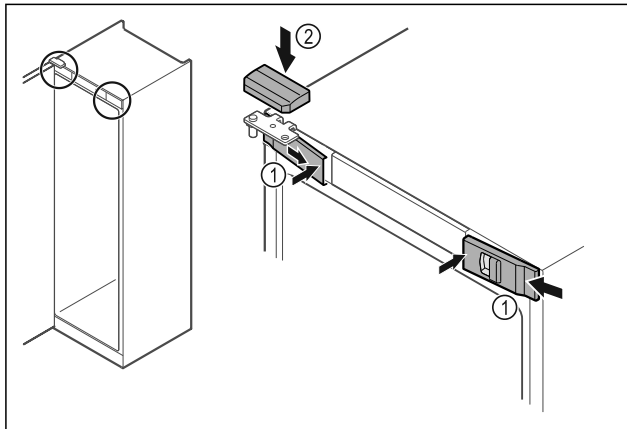

Fig. 53
- ▶ Klik de forreste afdækninger Fig. 53 (1) i på siden, og lad dem gå i hak indvendigt.
- ▶ Klik på den øverste afdækning Fig. 53 (2) på ovenfra.